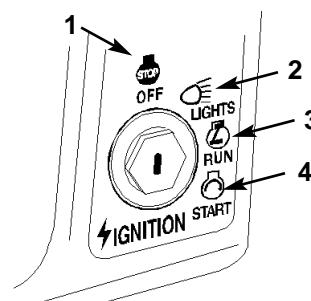

Figure 5
6. Girate la chiave di accensione in senso orario e tenetela in posizione "START" (Fig. 5). Quando il motore si avvia, rilasciatela.
2. Girate la chiave di accensione in posizione "OFF" (Fig. 5).